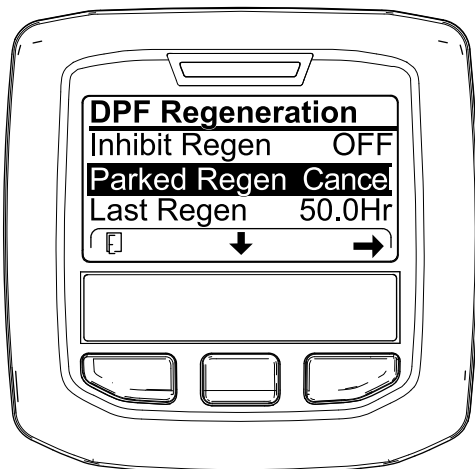

Bild 82
1. Zugreifen auf das Menü für die Regenerierung des Dieselpartikelfilters (Bild 82)
2. Drücken Sie die mittlere Taste, um auf die Option PARKED REGEN. CANCEL (Bild 82) oder RECOVERY REGEN. CANCEL zu navigieren (Bild 83).
3. Drücken Sie die rechte Taste, um den Eintrag „Regen Cancel“ auszuwählen (Bild 82 oder Bild 83).